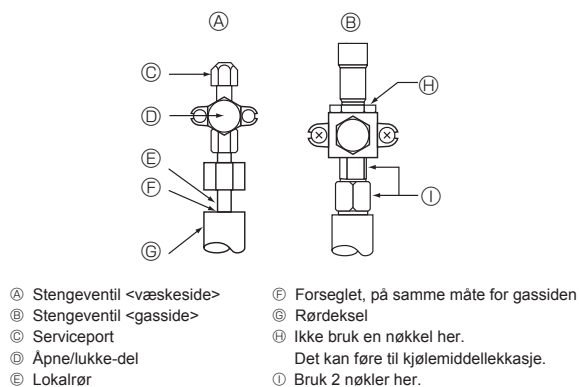

Fig. 4-5
4.4. Metode for å teste om kjølemiddelrør er lufttett (Fig. 4-5)
- Hvis trykket faller i trinn (2) eller (3), finnes det en gasslekkasje. Se etter kilden til gasslekkasje.